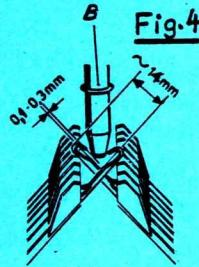

Fig. 4
- a) Carrelli in posizione GX. Risalire circa 10 aghi sulla frontura davanti e dietro, ad ogni estremità destra e sinistra secondo Fig. 4.
- c) Passando il carrello sugli aghi, il lato inferiore del becca-filo (B) deve trovarsi il più basso possibile nell'incrocio degli aghi, distanza 0,1-0,3 mm, senza toccare gli aghi (Fig. 4).